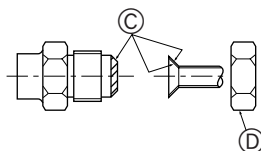

Fig. 4-1
4.2. Collegamento dei tubi (Fig. 4-1)
- Stendere uno strato sottile di oliorefrigerante sul tubo e collegare la superficie di appoggio prima di serrare il dado a cartella. (A)
- Serrare i raccordi dei tubi usando due chiavi. (B)
- Applicare olio adatto alle macchine di refrigerazione sull'intera superficie di alloggiamento svasata. (C)
- Utilizzare i dadi a cartella per le seguenti dimensioni di tubazioni. (D)
(A) (Fig. 4-1)
(B) (Fig. 4-1)